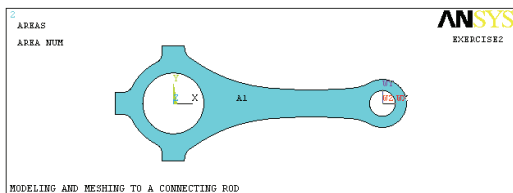

图 2-46 连杆平面模型显示
39) 选择 Utility Menu | Plot | Areas 命令，ANSYS 显示窗口将显示生成的连杆平面模型，如图 2-46 所示。